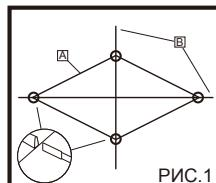

РИС.1
2. Полностью вставьте шесты <B1> в направляющие. (РИС.1)